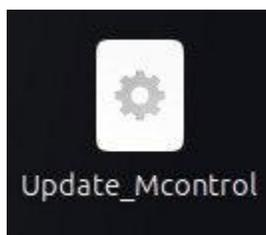

Рисунок 83 – Файл «Update_Mcontrol»
- 2) Запустите файл «Update_Mcontrol» на рабочем столе (см. Рисунок 83).